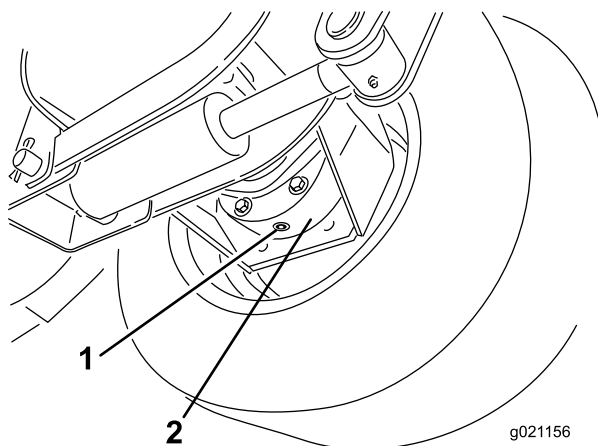

図 75
3. ブレーキハウジングの下に容器を置き、プラグを外してオイルを抜く（図 75）。